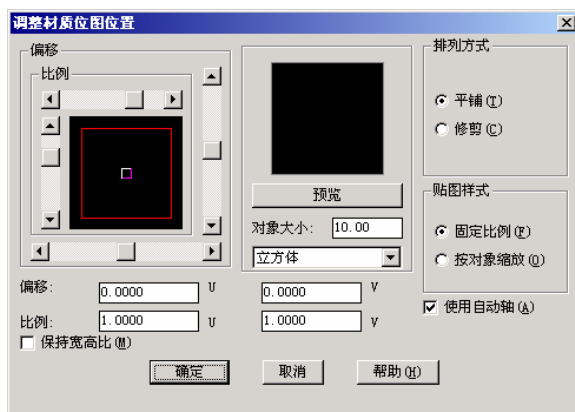

图 6-44 调整材质位图
①在“值”文本框中，可以设置指定属性的应用程度，取值范围为 0~1。
②在“颜色”组框中，可以设置指定材质所使用的主颜色。选中“随 ACI”复选框，可以使材质的颜色与其附着对象的 ACI 颜色保持一致。取消该复选框，用户可以使用 RGB 或 HLS 颜色系统设置颜色。
③在“文件名”文本框中，可以指定用于贴图的位图文件。单击“查找文件”按钮可以查找并指定图像文件，可用于贴图的图像文件包括 BMP、PNG、JPG、TGA、TIF、GIF 和 PCX 等类型。
④选择了位图文件进行贴图后，还可以进一步单击“调整位图”按钮，在弹出的对话框中调整图像在对象上的放置方式，如图 6-44 所示。